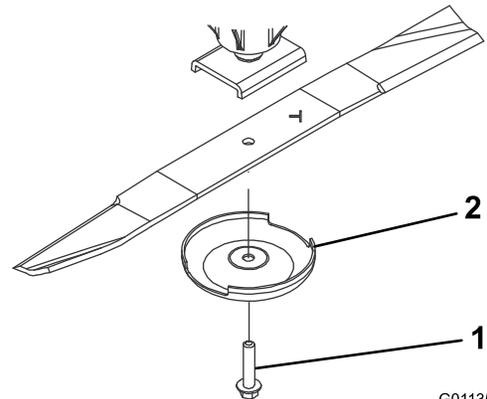

Bild 3
2. Entfernen Sie die Messerschraube, die Antiskalpierkuppe und das Messer von der Spindelwelle (Bild 3).